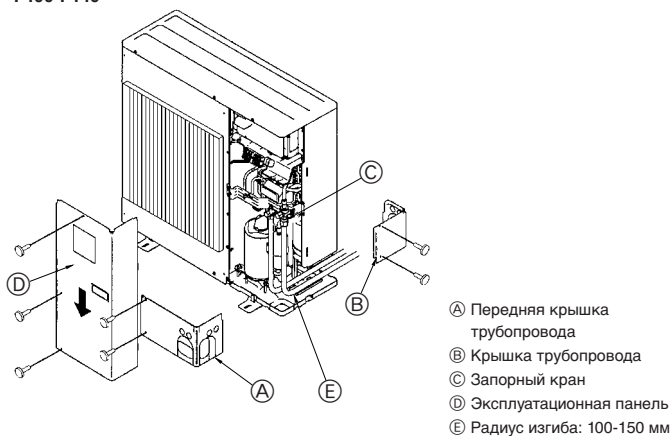

Fig. 4-3
4.3. Прокладка труб хладагента (Fig. 4-3)
- Снимите эксплуатационную панель ① (три винта), а также переднюю крышку трубопровода ② (два винта) и заднюю крышку трубопровода ③ (два винта).
- ① Подсоедините трубопроводы хладагента к устройству, предназначенному для установки внутри/вне помещения, при полностью закрытом запорном вентиле устройства для установки вне помещения.
- ② Произведите вакуумную продувку воздуха из внутреннего прибора и труб соединения.
- ③ После соединения труб хладагента проверьте соединенные трубы и внутренний прибор на наличие утечек газа. (См. 4.4. "Метод проверки герметичности трубопровода хладагента")
- ④ Высокопроизводительный вакуумный насос установлен у сервисного порта запорного клапана для поддержания вакуума в течение соответствующего времени (по крайней мере, в течение одного часа после достижения разрежения в -101 кПа (5 торр)), чтобы обеспечить вакуумную сушку внутри труб. Всегда проверяйте степень вакуума в коллекторе манометра. Если в трубе имеются остатки влажности, степень вакуума при использовании кратковременного разрежения не достигается. После вакуумной сушки, полностью откройте запорные клапаны (и жидкостный, и газовый) наружного прибора. Эта процедура завершает соединение контуров охлаждающих жидкостей внутреннего и наружного приборов.